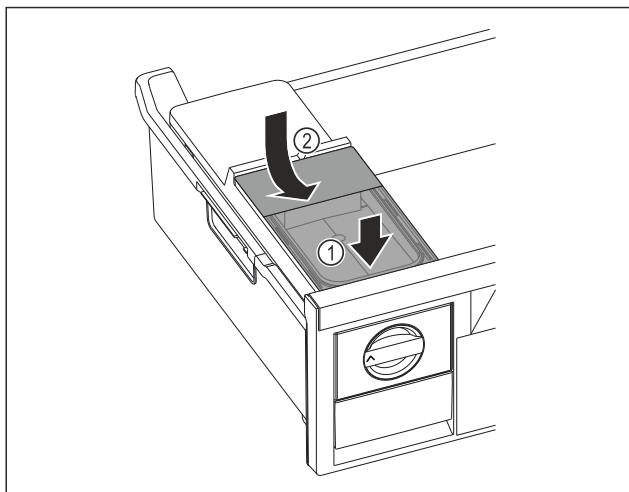

Fig. 104
- Elöl tegye fel a víztartályt. Fig. 104 (1)
- Hátul engedje le a víztartályt. Fig. 104 (2)